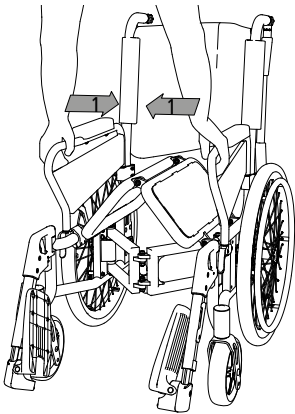

Abb. 30
6. Ta sedan tag i sidoskyddens främre del och tryck båda sidoskydden in mot mitten av rullstolen så att den fälls ihop (1, bild 30).